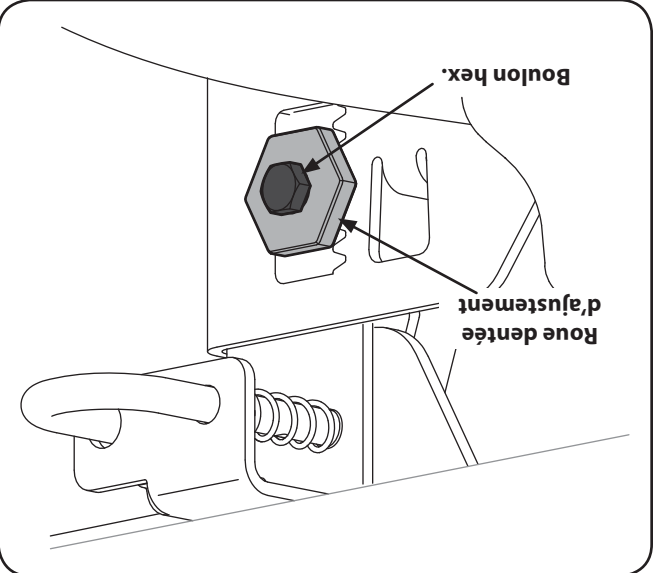

Figure 6-4
3. Desserrez, sans le retirer, le boulon hex. sur le crochet de support gauche arrière du plateau de coupe. Voir la Figure 6-4.